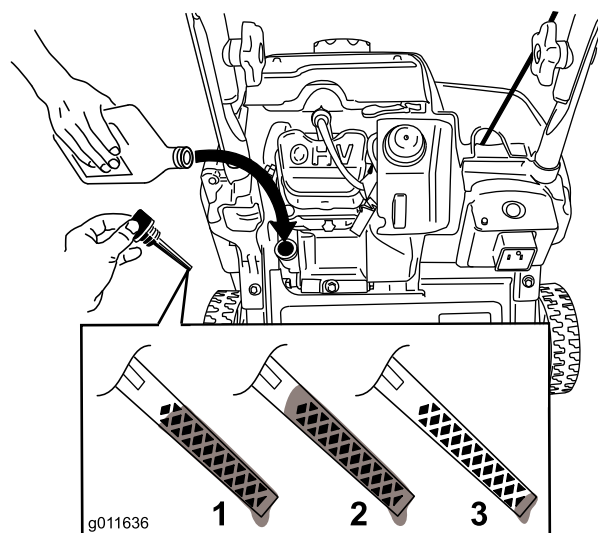

Рисунок 8
2. Очистите поверхность вокруг крышки маслозаливной горловины (Рисунок 8).
Примечание: Для того, чтобы правильно определить уровень масла на масломерном щупе, см. Рисунок 8.
Примечание: Заливайте масло в картер двигателя до тех пор, пока масломерный щуп не покажет, что достигнут нужный уровень масла в двигателе, как показано на Рисунок 8. В случае перелива слейте некоторое количество масла из двигателя, как описано в разделе «Замена моторного масла».